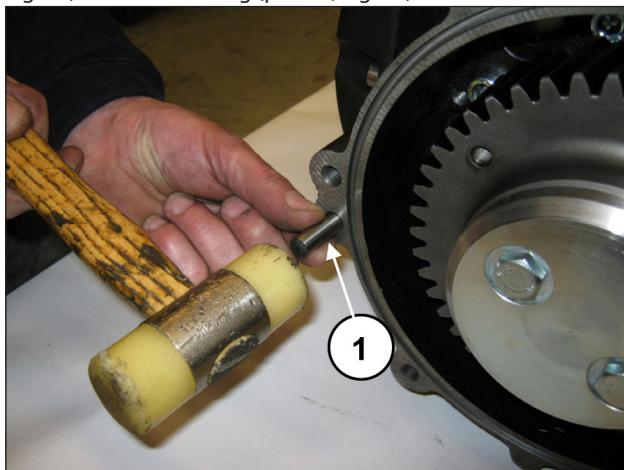
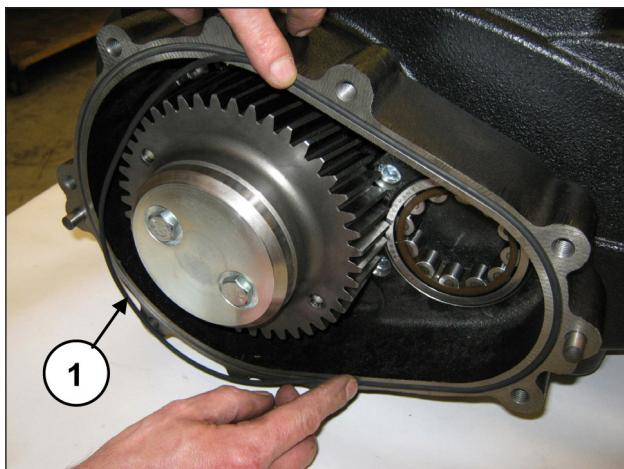

Fig. 80
Fig. 81
Appicare le 2 spine Ø10x24 alla scatola riduttore (pos. ①, Fig. 80) e inserire l'O-ring (pos. ①, Fig. 81).